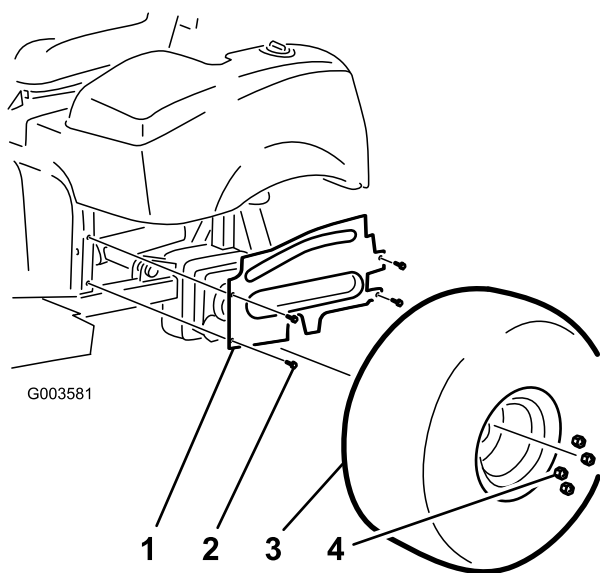

Figura 1
3. Togliete le viti a testa flangiata che fissano il paraframma della ruota sinistra al telaio (Figura 1). Togliete il paraframma e conservatelo.